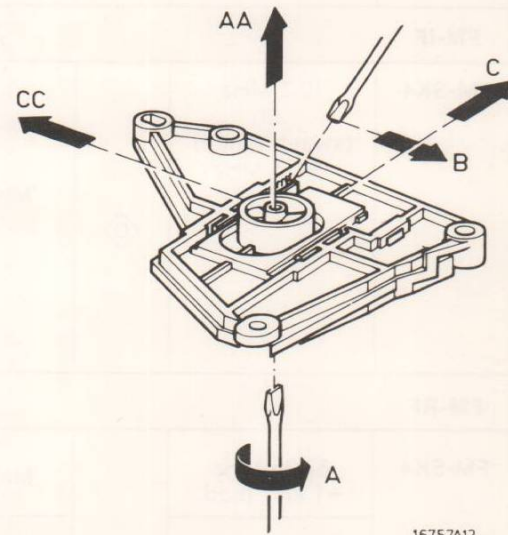

Fig. 2
- When the tape at the capstan moves upwards or downwards, adjust the capstan to be perpendicular by means of B on the flywheel pivot bearing (Fig. 2).
Adjust by turning A (Fig. 2).
- Lorsque la bande près du cabestan monte ou baisse, le cabestan doit être réglé perpendiculairement à B sur le palier du volant (Fig. 2).
- Le jeu du volant doit être perceptible, mais ne doit pas dépasser 0,3 mm. A régler à l'aide de A (Fig. 2).